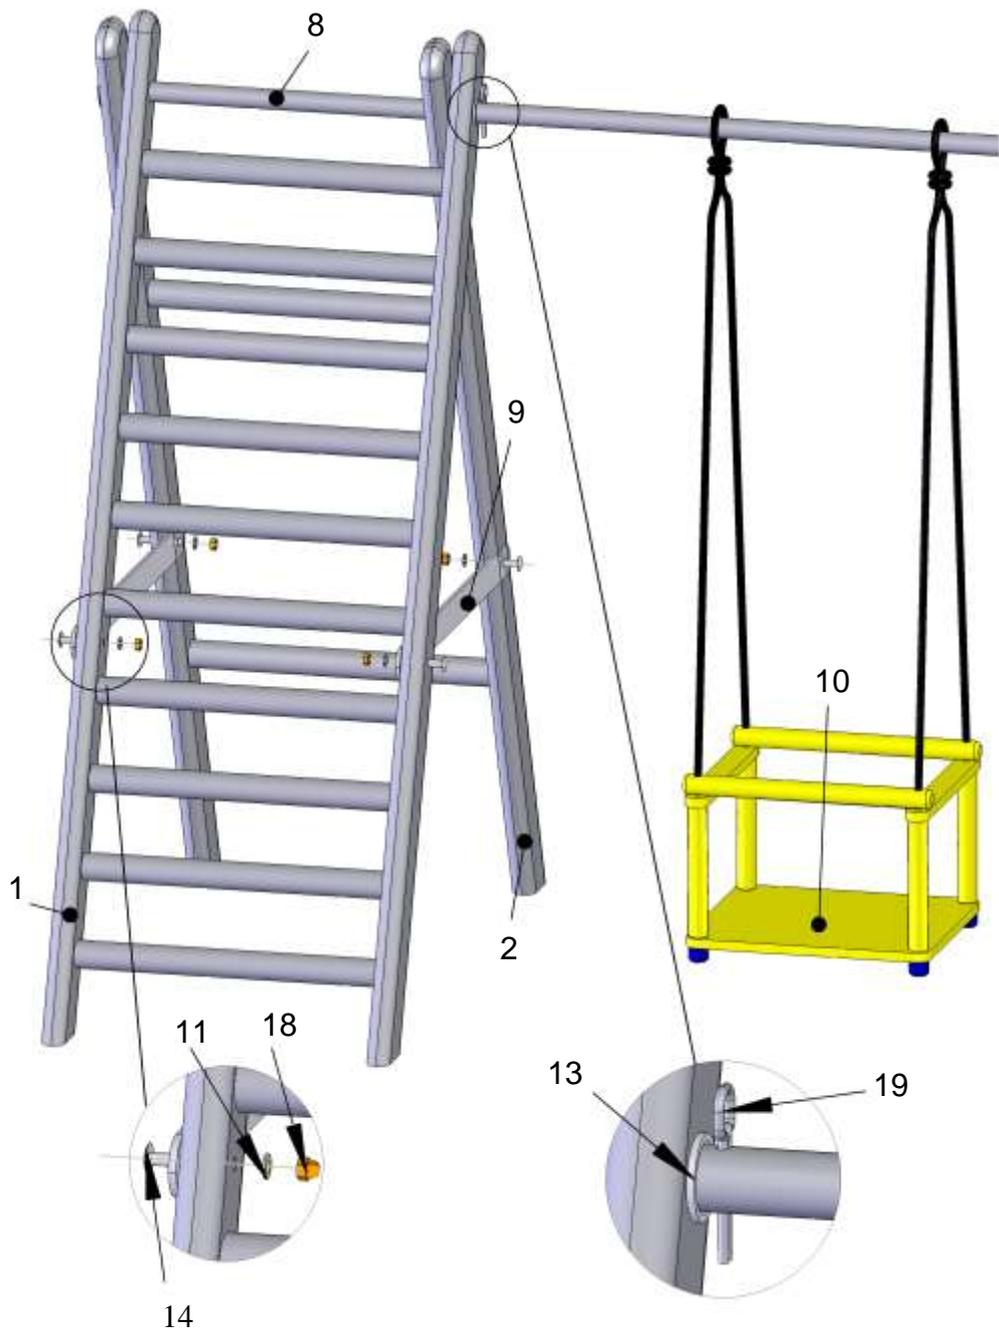

рисунок 1
- Правильность установки лестниц большой и упорной (рисунок 1);